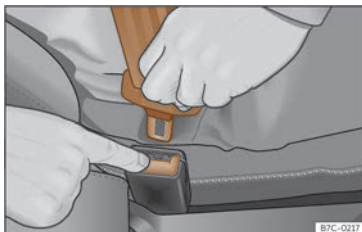

Abb. 19 Schlosszunge vom Gurtschloss lösen.
- Rote Taste im Gurtschloss drücken >>> (Abb. 19). Die Schlosszunge springt heraus.